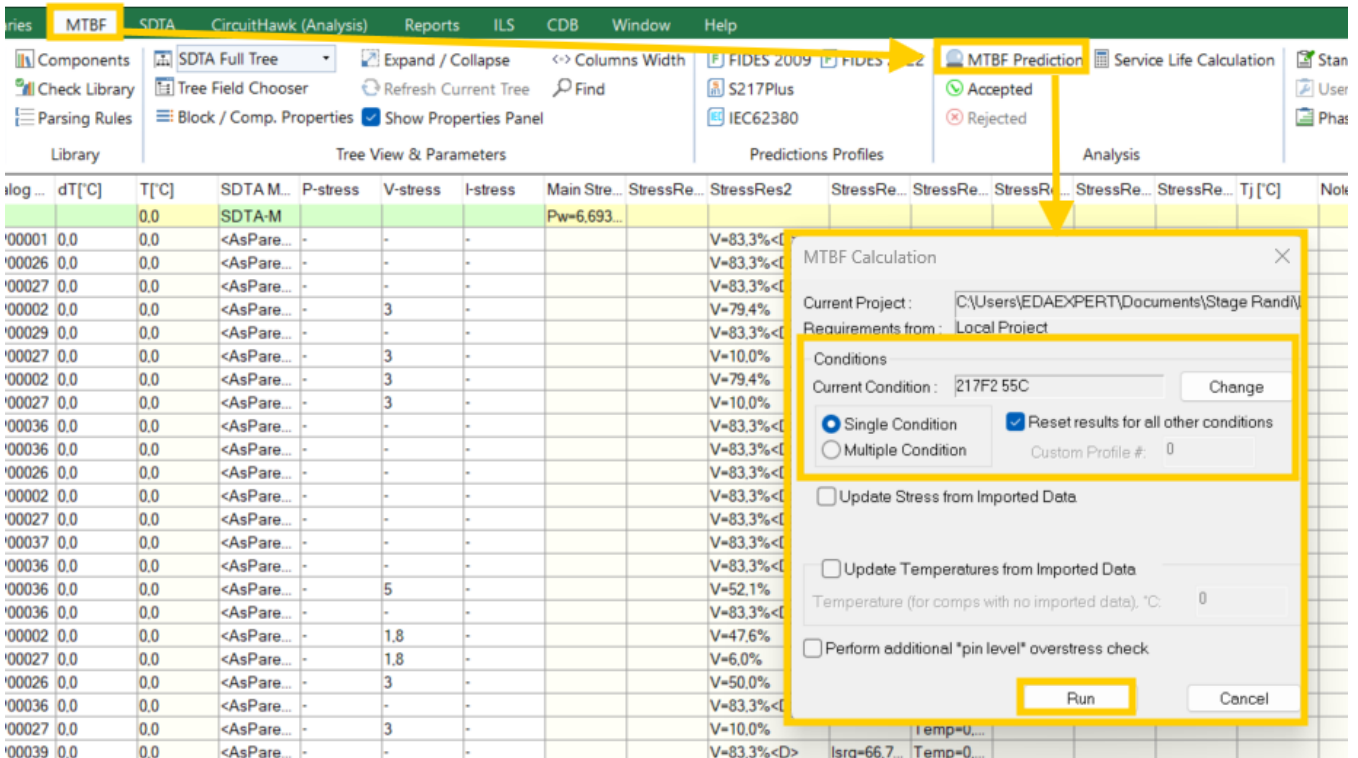

Figure 94. Démarches pour lancer le calcul de MTBF sur fiXtress
**Remarque :** Plusieurs options (**Show Critical Components Only** ou **Show Stress Values on Scheme**) en bas de l'écran sont disponibles pour filtrer et afficher le résultat. (Figure 94)